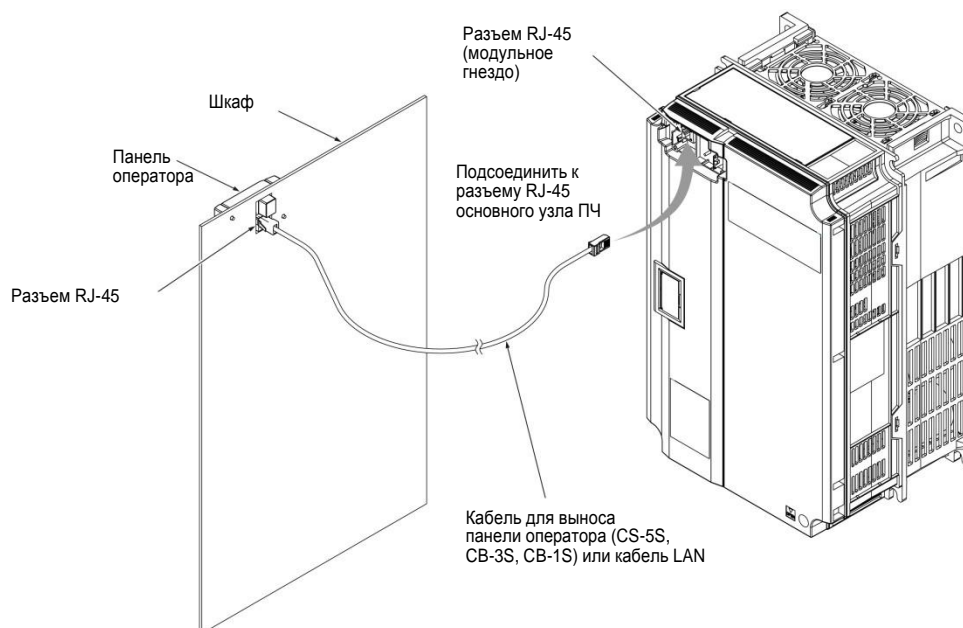

Рисунок 2.3-8 Присоединение удлинительного кабеля или стандартного кабеля LAN между панелью оператора и основным узлом ПЧ
- (5) Присоедините удлинительный кабель для работы на расстоянии (CB-5S, CB-3S, CB-1S) или стандартный кабель LAN (прямой) к разъему RJ-45 панели оператора и разъему RJ-45 основного узла ПЧ (модульное гнездо). (См. рисунок 2.3-8.)